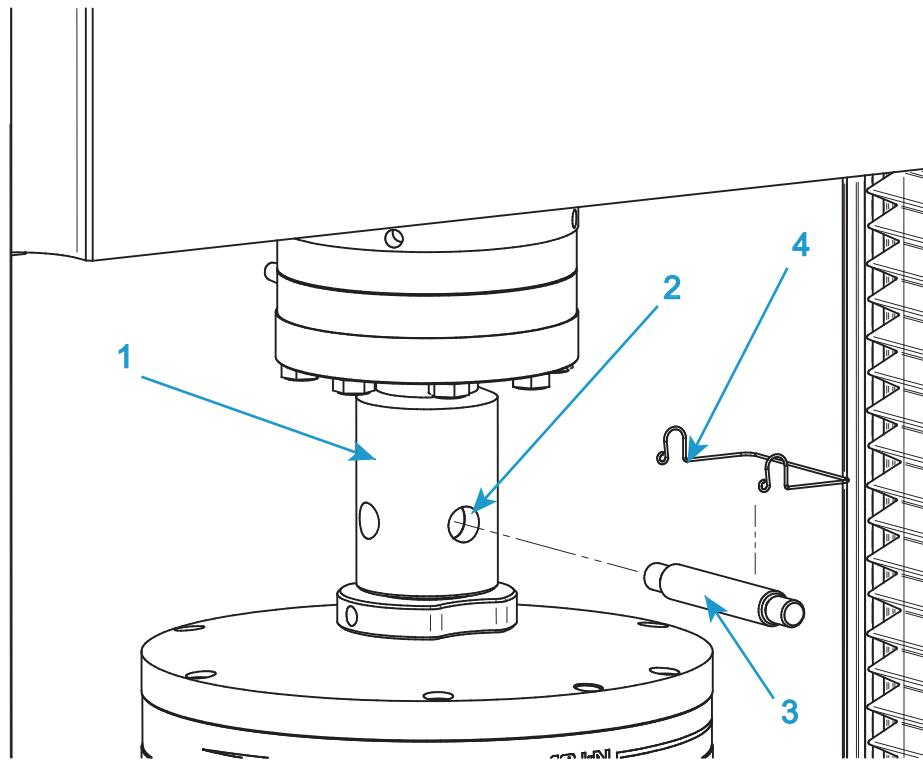

Abbildung 19. Typische Spannzeug-Installation
Siehe Abbildung 19 auf Seite 99, wenn Sie dieser Prozedur folgen.
1. Für das obere Spannzeug führen Sie den Adapter auf dem Spannzeug in die Steckbolzenbuchse (1 in Abbildung 19) am Kraftaufnehmeradapter ein.
2. Richten Sie die Steckbolzen zueinander aus (2 in Abbildung 19) und stecken Sie den Steckbolzen (3 in Abbildung 19) durch die Bohrungen.
3. Sichern Sie den Steckbolzen mit dem Steckbolzen-Clip (4 in Abbildung 19).